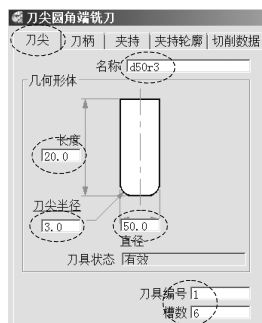

图 4-4 设置刀具切削刃部分参数
2) 创建粗加工刀具：在 PowerMILL 资源管理器中，右击“刀具”树枝，在弹出的快捷菜单条中执行“产生刀具”→“刀尖圆角端铣刀”，打开“刀尖圆角端铣刀”表格，按图 4-4 所示设置刀具切削刃部分参数。